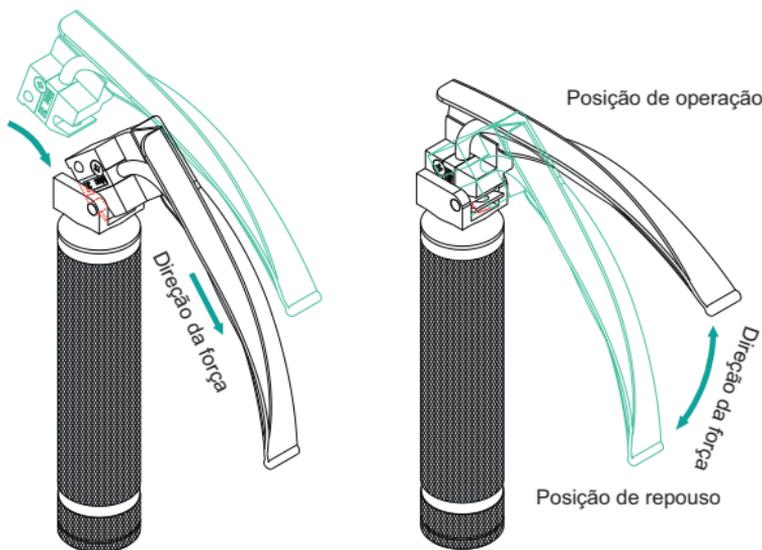

Fig.1
- Engate a lâmina através do alinhamento da ranhura da sua base sobre o eixo na parte superior do cabo, aplique uma força suficiente para realização do engate e então puxe até a posição horizontal, obtendo o encaixe sob pressão (Fig.1). Neste momento a lâmpada acende, proporcionando uma iluminação em feixe necessária para a realização do procedimento por profissional capacitado.